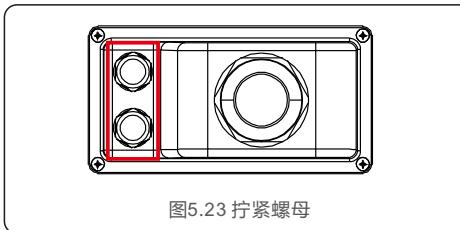

图5.23 拧紧螺母
- 将逆变器底部的COM端口电缆防水固定接头上的锁紧帽拧下，拆下锁紧帽上的堵头(如图5.23)。